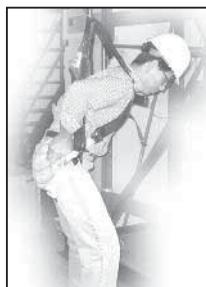

Figure 18E - ÉTAPE 4
**ÉTAPE 4** (figure 18E) Pour déployer la sangle pour traumatisme après une chute, il suffit de tirer sur les languettes identifiées « PULL ». La sangle doit sortir de la pochette en néoprène et exposer la boucle pour les pieds .